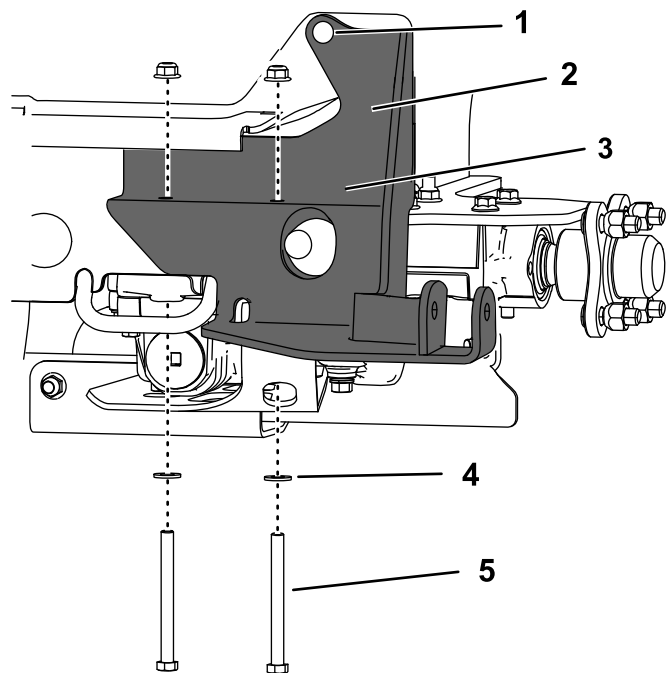

図 10
6. 下側ブラケットをトランスミッションに取り付ける先ほど外したナット2個、平ワッシャ2枚、ボルト $\frac{3}{8}$ " x 4"2本を使用して図 10 のように取り付ける。